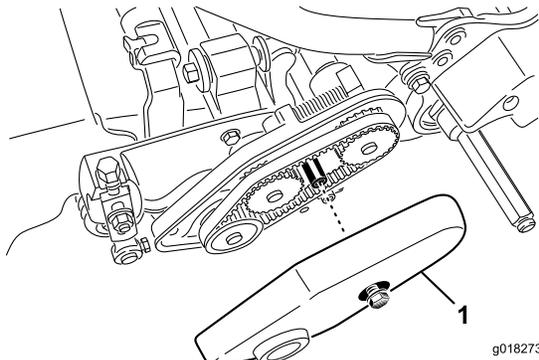

Figure 41
2. Desserrez le boulon à embase qui fixe le couvercle de la courroie et déposer le couvercle pour exposer la courroie (Figure 41).